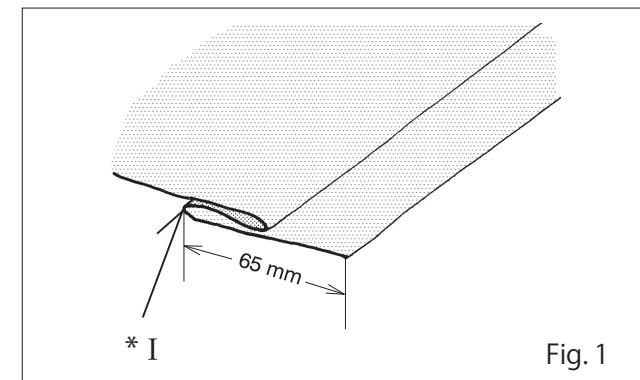

Fig. 1
1. Turn up the hem to the required depth and press. Fold the hem back against the §right§ side of the garment, creating a §soft§ fold on the §wrong§ side of the fabric – see Fig. 1.
1. Подогните материал на требуемую величину подгиба и проутюжьте. Отверните подгибку на лицевую сторону ткани, образуя на изнаночной стороне мягкую складку (см. рис. 1).